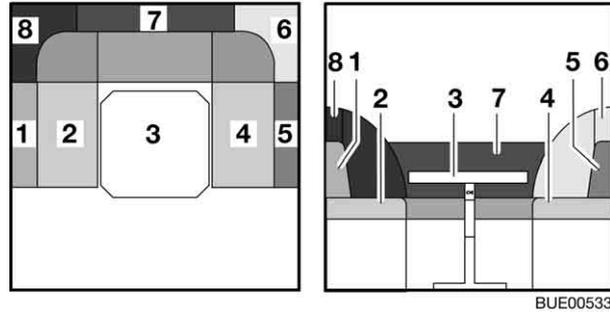

Bild 76 Vor dem Umbau
- Tisch (Bild 76,3) zum Bettunterbau umbauen (siehe Abschnitt 6.9).